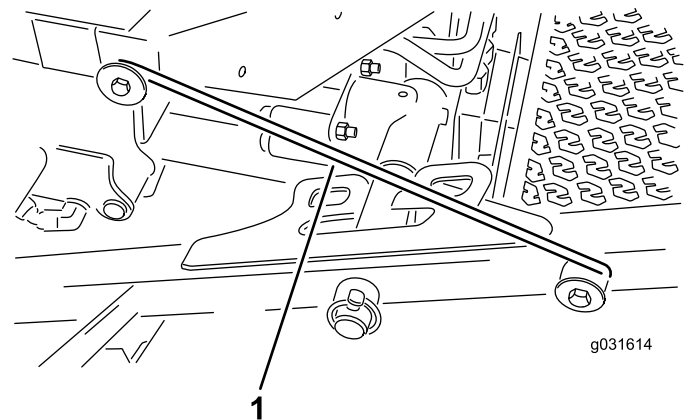

Figure 33
4. Dégagez la barre de verrouillage de son point d'accrochage sur le bâti porteur avant (Figure 33).
5. Soulevez l'extérieur des unités de coupe avant et placez le verrou sur la goupille du cadre à l'avant de la plate-forme de l'utilisateur (Figure 33).